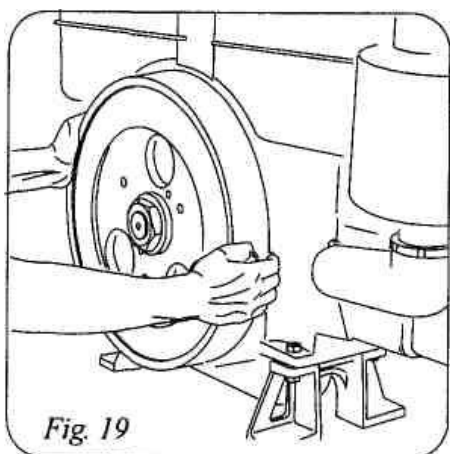

Рис.19 Поворачивайте маховик в положение ВМТ
1. Поворачивайте маховик до тех пор, пока он не достигнет ВМТ (совпадение метки маховика и метки на баке), при этом поршень окажется в верхнем положении на такте сжатия (рис.19).